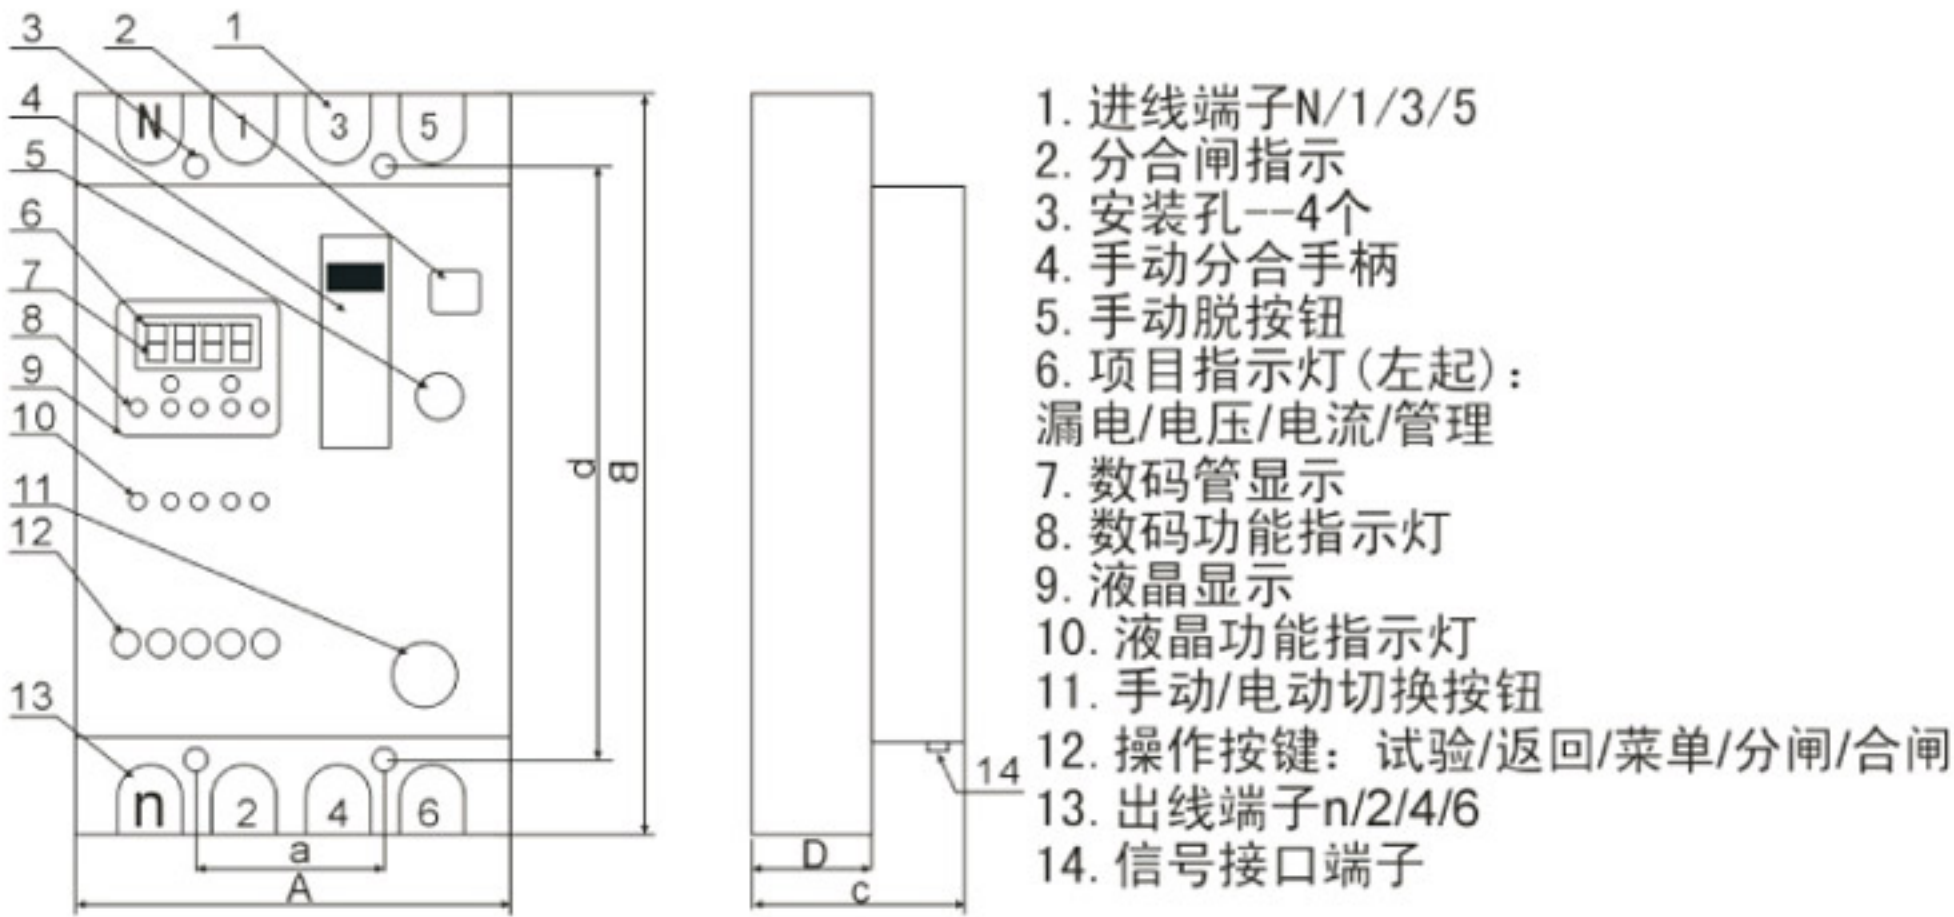

图1
6、 面板功能和外形、安装尺寸（见图1、表5，以实际产品为准）